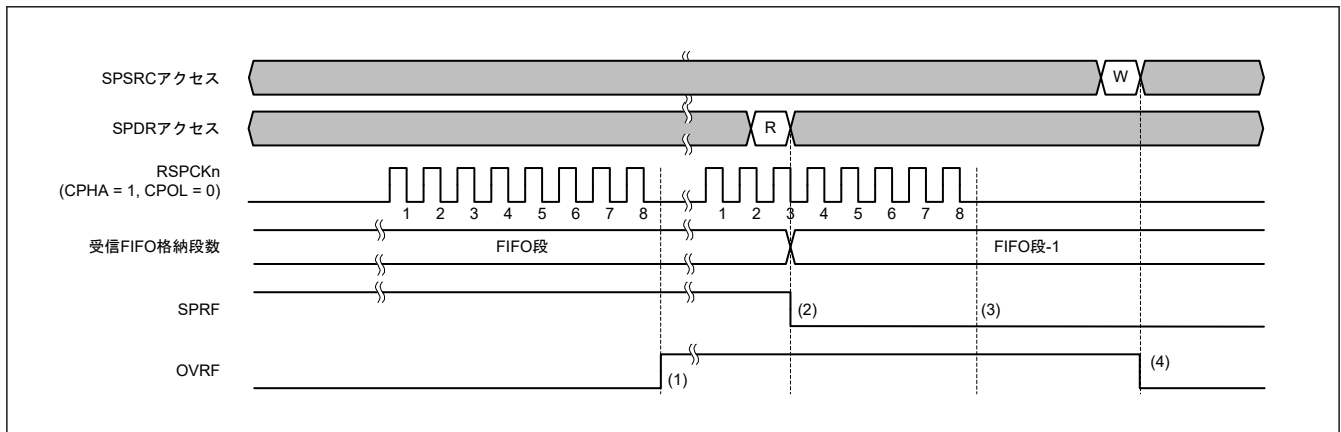

図 33.47 OVRF フラグおよび SPRF フラグの動作例
図 33.47 に OVRF フラグと SPRF フラグの動作例を示します。図 33.47 に記載した SPSRC アクセスと SPDR アクセスは、それぞれ SPSRC レジスタと SPDR レジスタへのアクセス状況を示しています。W は書き込みサイクル、R は読み出しサイクルを示しています。この例では、SPCMDm.CPHA ビットが 1、SPCMDm.CPOL ビットが
以下に、図 33.47 の (1) ~ (4) に示したタイミングでのフラグの動作内容を説明します。